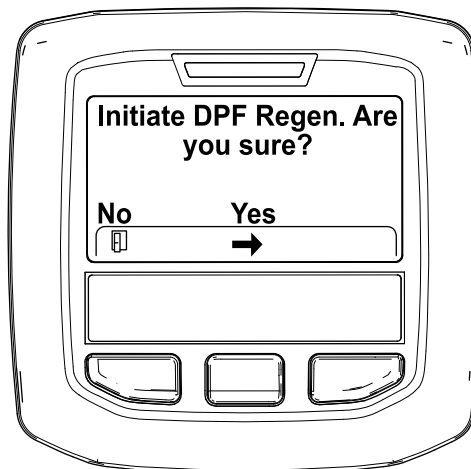

Figure 32
4. Quand le message « Initiate DPF Regen. Are you sure? » (lancer régénération FAP. Êtes-vous sûr(e)?) s'affiche, appuyer sur le bouton central (Figure 32).